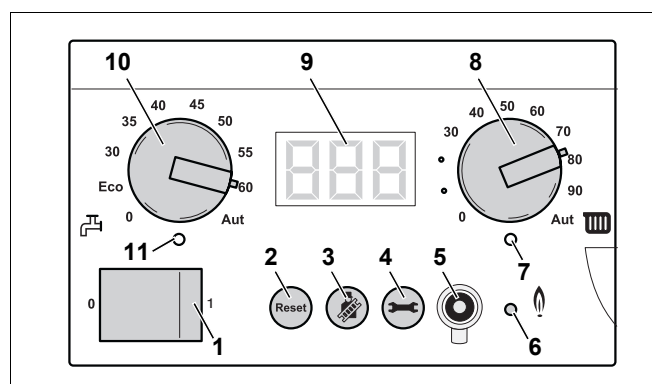

Fig. 82 Controler de bază BC10
- Opriți instalația de încălzire cu comutatorul de funcționare al controlerului de bază BC10 (Fig. 82, **Poz. 1**).
- Porniți instalația de căldură cu comutatorul de funcționare al controlerului de bază BC10 (Fig. 82, **Poz. 1**).
- După ce se aprinde LED-ul "Arzător" (Fig. 82, **Poz. 6**) așteptați un minut până ce cazanul de încălzire arde la sarcină parțială.
- Apăsăți tasta "Coșar" (Abb. 82, **Poz. 3**) până când se stinge punctul de pe display.